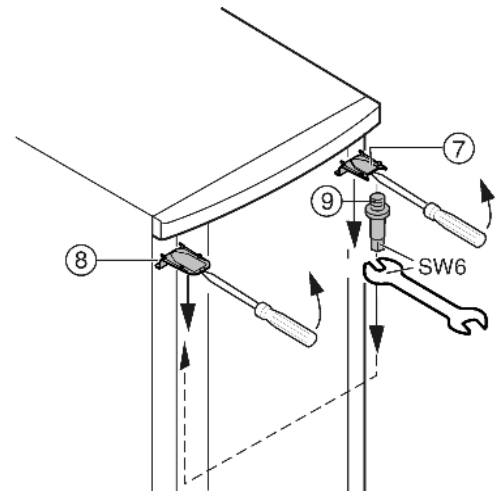

Fig. 6
- Faire décliqueter le cache Fig. 6 (7) en haut et le cache Fig. 6 (8) avec un tournevis devant et l'enlever diagonalement vers le bas.
- Dévisser le pivot d'appui Fig. 6 (9) et le visser du côté opposé (avec 4 Nm).
- Remonter le cache Fig. 6 (7) du côté du pivot d'appui : l'insérer par l'arrière et l'encliqueter sur l'avant.
- Monter le cache Fig. 6 (8) sur le côté opposé: l'insérer par l'arrière et l'encliqueter sur l'avant.
- ▶ Accrocher la porte dans le pivot d'appui Fig. 6 (9) supérieur.